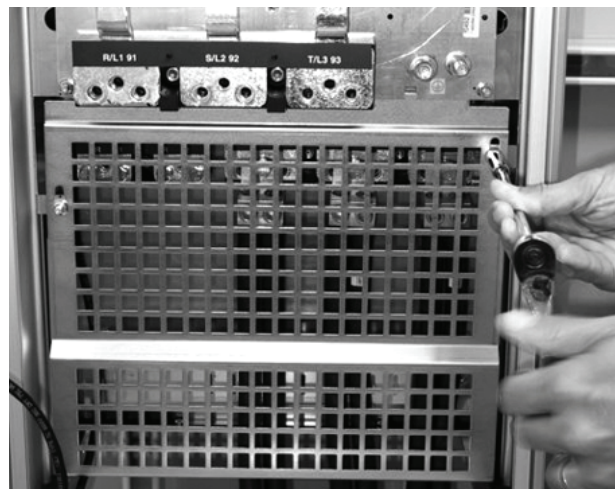

Fig. 13 Mise en place du couvercle métallique EMC
4. Fixer le couvercle métallique EMC pour assurer un meilleur rendement EMC, avant de brancher le câble secteur. Voir fig. 13.